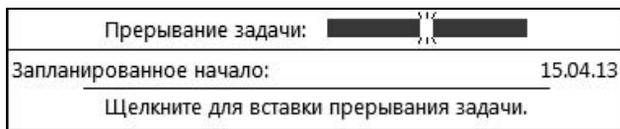

Рис. 8.11. Окно инструмента прерывания задач
6. После выполнения описанных в п. 5 действий внешний вид указателя мыши изменится и будет представлять собой две вертикальные линии со стрелкой вправо. Одновременно будет активировано окно инструмента прерывания задач (рис. 8.11).
7. Установить указатель мыши на отрезок задачи, в выполнение которой необходимо ввести прерывание, в точке, соответствующей дате начала перерыва, и нажать левую кнопку мыши. Выполнение этой операции облегчается тем, что в окне инструмента прерывания задач (см. рис. 8.11) появляется сообщение о дате, соответствующей положению указателя мыши в настоящее время.
8. Удерживая кнопку мыши нажатой, передвинуть мышь вправо с тем, чтобы указатель мыши оказался в точке, соответствующей дате завершения прерывания задачи, и отпустить кнопку. Выбор момента завершения прерывания в выполнении задачи облегчается тем, что при этом на экране появляется окно со сведениями о дате, соответствующей положению указателя мыши в настоящее время (такое сообщение показано на рис. 8.12). В отличие от подсказки, приведенной на рис. 8.11, в нем указывается не только дата начала перерыва, но и дата его окончания.